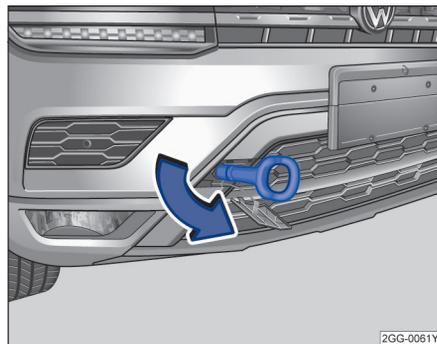

图 205 在保险杠的右前部：安装牵引环
- 将牵引环朝箭头方向拧入螺纹孔内，直到限位位置→图 205。